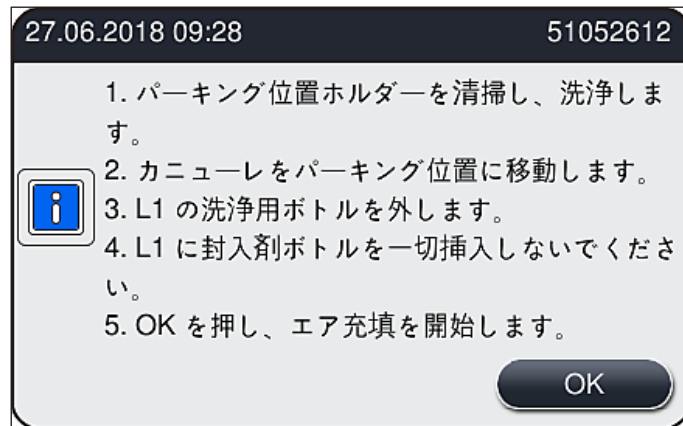

図 106
4. 続いて表示される情報メッセージと指示 (→ 図 106) に目を通し、**OK** ボタンで確認します。